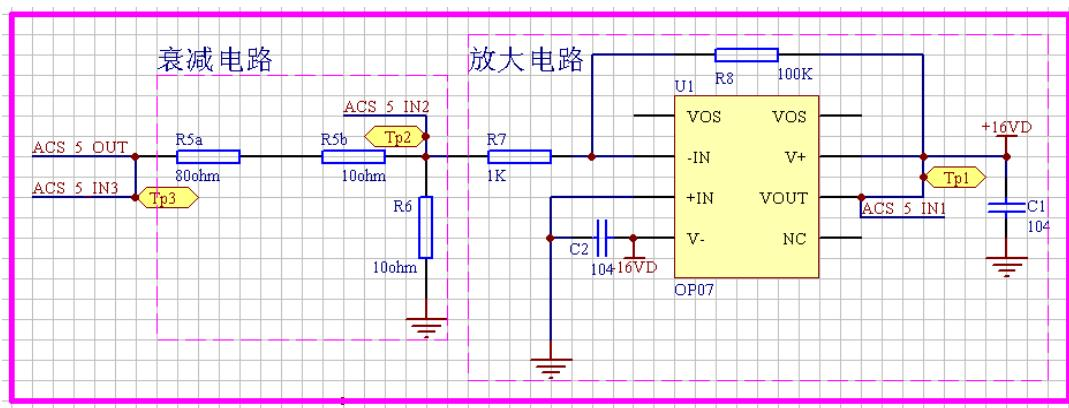

图 3.1 ACS 测试线路图
(1) 示例线路如下图 3.1:
如上图 3.1, ACS 测试卡含有一个 OUT (输出) 通道和四个 IN (输入) 通道, 输出通道输出交流信号; 输入通道输入交流信号, 且测量输入信号的有效值。我们先通过 ACS_OUT 通道输出一段正弦信号, 用 ACS_IN3 通道来自测其有效值, R5a, R5b, R6 组成的衰减电路使信号缩小 10 倍, 再用 ACS_IN2 通道来测量经过衰减后信号的有效值, 再利用 R7, R8, U1 组成的放大电路放大 100 倍, ACS_IN1 通道来测量放大后信号的有效值。